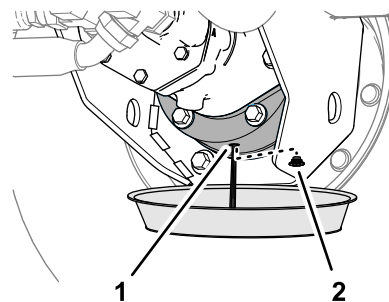

Bild 87
- Stellen Sie eine Auffangwanne unter das Bremsgehäuse, entfernen Sie die Ablassschraube und lassen das Öl vollständig ablaufen (Bild 87).